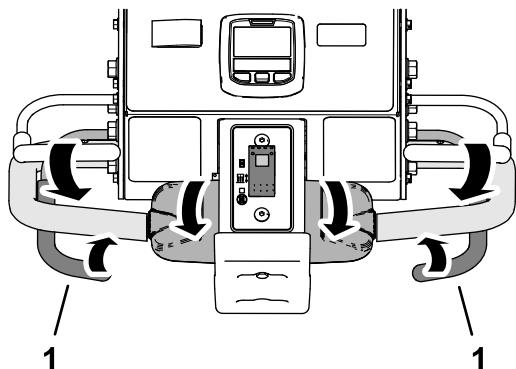

Figura 90
- A medida que el neumático delantero pase sobre el perímetro del área de aireación, cierre la izquierda o la derecha de la barra de aireación (Figura 90)